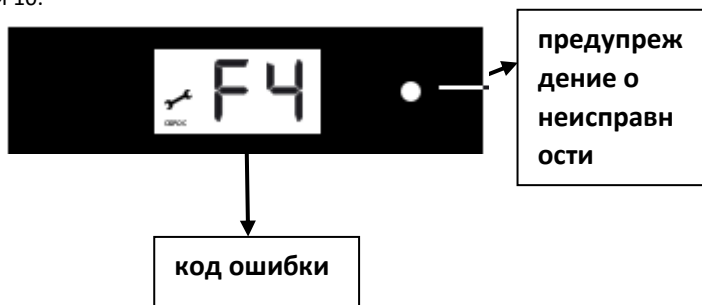

Рисунок 24
- Установите в точке замера давления выходящего газа ($\varnothing 9$ мм) U-манометр (Рисунок 24),